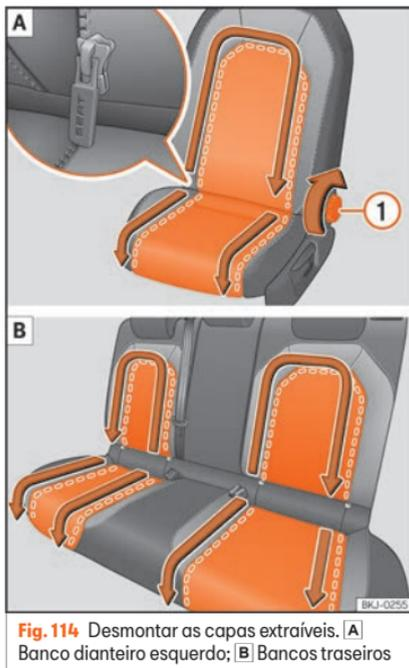

Fig. 114 Desmontar as capas extraíveis. **A** Banco dianteiro esquerdo; **B** Bancos traseiros
- Incline o encosto para trás até que o puxador do fecho de correr fique totalmente acessível »» Fig. 114 ①¹⁾.
- Deslize os puxadores do fecho de correr na direção das setas »» Fig. 114. A capa interpermutável fica livre.
- Deslize os puxadores do fecho de correr na direção contrária à das setas »» Fig. 114.